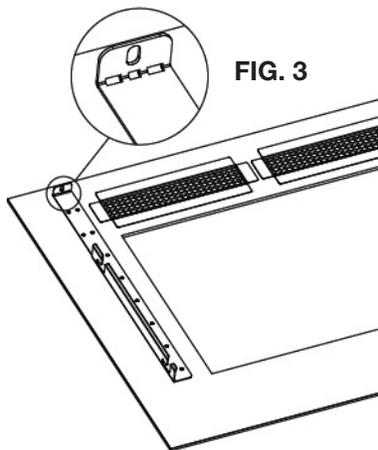

FIG. 3
- Vous devez plier l'onglet plat (FIG. 3, page suivante).